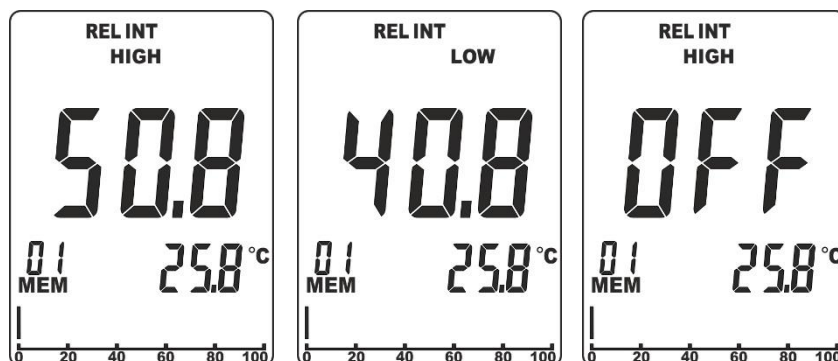

Fig. 6: Configuration des seuils d'alarme pour mesures MOI INT et MOI EXT
1. Appuyer simultanément, pendant quelques secondes, sur les touches **MOI** et **MODE/ZERO**. Le symbole « **HIGH** » est affiché en haut de l'écran (voir Fig. 6 – à gauche)
2. Utiliser les touches flèche ◀ ou ▶ pour configurer la valeur de seuil Maximum dans le champ : **0,1% à 99,9%**. Dans ces conditions, l'instrument émettra un son **continu** pour signaler que la valeur d'humidité mesurée est supérieure au seuil paramétré. Sélectionner l'option « **OFF** » pour désactiver l'alarme (voir Fig. 6 – à droite)
3. Appuyer sur la touche **MEM/ALM** pour confirmer et passer à la configuration du seuil Minimum. Le symbole « **LOW** » est affiché en haut de l'écran (voir Fig. 6 – au centre)